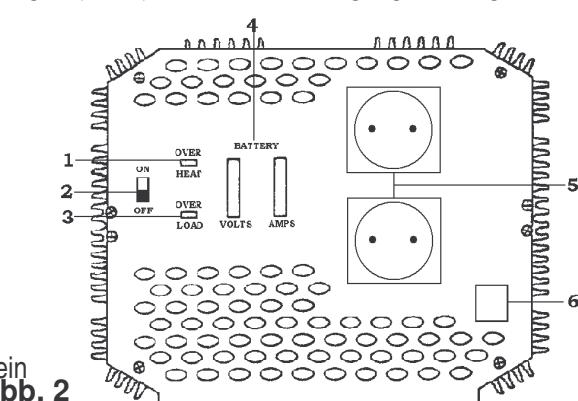

Abb. 2
3. Wenn eine DC-Spannungsversorgung als Stromquelle verwendet wird, schalten Sie sie ein. Schalten Sie den **PI2500B & M** (Abb.2 #2) ein. Die Batteriespannungsanzeige (Abb.2 #4) muss zwischen 11 und 14V anzeigen, abhängig von der Spannungsquelle. Wenn dies nicht der Fall ist, prüfen Sie die Stromquelle und die Anschlüsse des Wechselrichters. Alle anderen Anzeigen müssen ausgeschaltet sein.
DC-Kabel: siehe "**4.d. Anschlüsse**" auf Seite 2 für die korrekte Methode um die DC-Verbindungen herzustellen. Wenn Sie einen Wahlschalter verwenden (Abb.5 #2), selektieren Sie einen Akku/eine Akkugruppe. Schalten Sie den Wechselrichter ein (Abb.2 #2). Die Spannungsanzeige soll (Abb.2 #4) 12 bis 13V anzeigen, abhängig von der Akkuspannung. Wenn das nicht der Fall ist, prüfen Sie Ihre Stromquelle und die Anschlüsse. Alle anderen Anzeigen sollen ausgeschaltet sein. .
a. Frontplatte: Bedienelemente und Anzeigen (siehe Abb. 2)